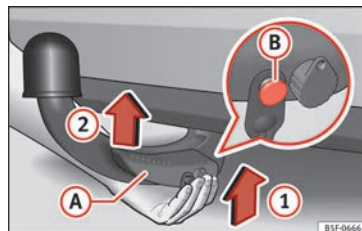

Abb. 229 Anbringen abnehmbaren Kugelkopf/Entriegelungsbolzen im entfalteten Zustand
- Den abnehmbaren Kugelkopf **von unten** » **Abb. 229** halten und in die Hakenaufnahme **1** einsetzen, bis er hörbar einrastet » **Abb. 229**.